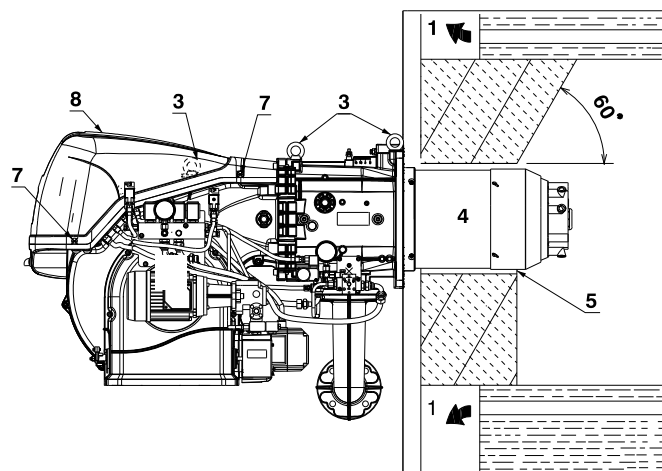

Рис. 17
Для котлів з передніми димоходами 1) (Рис. 17) або камерою інверсії полум'я між кріпленням котла 2) і нагнітальною трубою 4) повинен бути встановлений захист з вогнетривкого матеріалу 5).
Для котлів з переднім блоком з водяним охолодженням вогнетривкий захист 2)–5) (Рис. 17) не потрібний, якщо його наявності не вимагає виробник котла.
Підготуйте належний підйомний механізм з кільцями 3) (Рис. 17), попередньо викрутивши кріпильні гвинти 7) корпусу 8).
- Встановіть теплоізоляцію з комплексу постачання на нагнітальну трубу 4) (Рис. 17).